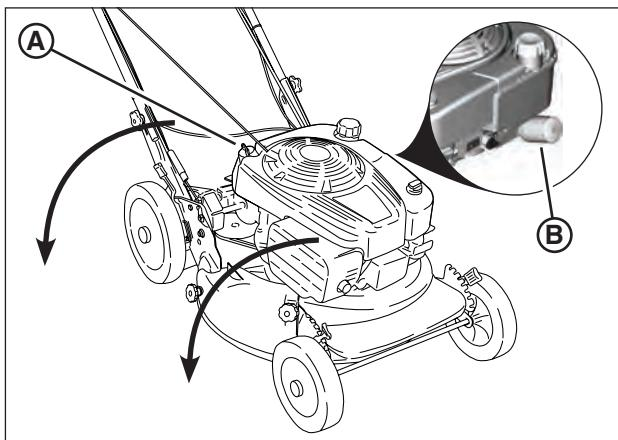

Figura 14: Vaciado del aceite del motor
2. Retire la varilla de aceite (**A**, **Figura 14**), luego, coloque el cortacésped sobre uno de sus lados. Espere a que el aceite salga del tubo del aceite y se vierta sobre un contenedor apropiado. Deseche el aceite usado adecuadamente.
2. Retire el filtro de aceite (**B**, **Figura 14**) y deséchelo adecuadamente.